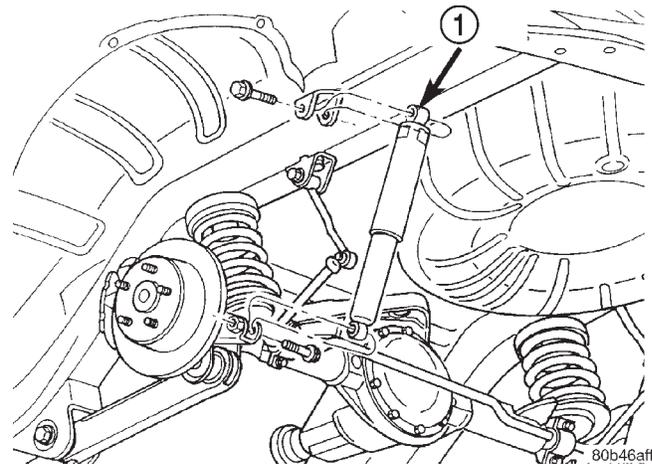

Abb. 2 Stoßdämpfer
(2) Obere Mutter und Schraube von der Halterung am Rahmen lösen (Abb. 2).
(3) Untere Mutter und Schraube von der Halterung an der Achse lösen. Stoßdämpfer ausbauen.